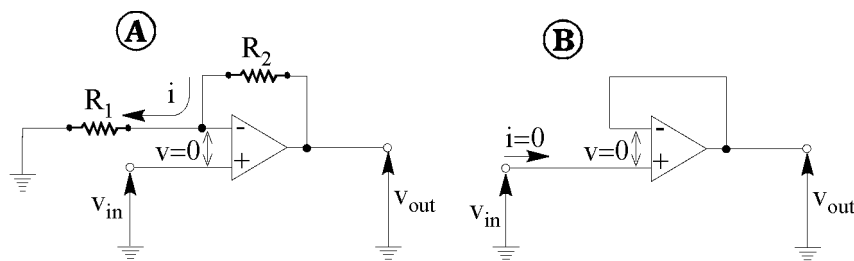

Fig.2.3 - Configurazioni non invertenti. Schema base (A), inseguitore di tensione (B).
Si consideri ora lo schema circuitale di Fig.2.3(A). Nell'ipotesi che l'amplificatore operazionale presenti un comportamento ideale, si deduce facilmente che:
La configurazione riportata in Fig.2.3(B) si ottiene da quella in (A) ponendo \$R_1 = \infty\$ e \$R_2 = 0\$. In pratica si pone in corto circuito l'uscita \$v_{out}\$ con il morsetto invertente (-) in ingresso. Tale configurazione costituisce un'importante realizzazione, in quanto consente di disaccoppiare il segnale di misura. In tal modo, infatti, il generatore di segnale \$v_{in}\$ non viene caricato e la potenza fornita al carico da \$v_{out}\$ viene prelevata dalle alimentazioni dell'amplificatore operazionale. Poiché la tensione in uscita \$v_{out}\$ riproduce quella in ingresso (essendo unitario il guadagno \$A_{vf}\$) il circuito prende il nome di inseguitore di tensione (*voltage follower, buffer*).